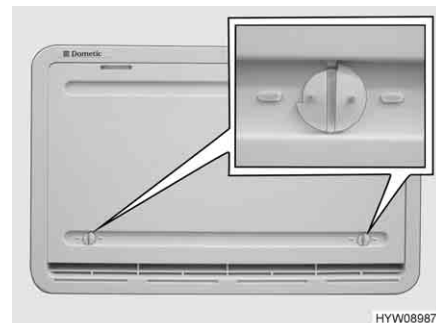

Fig. 113 Copertura invernale (griglia di aerazione del frigorifero)
Le coperture invernali (Fig. 113) proteggono il gruppo frigorifero dall'aria fredda. Posizionare le coperture invernali davanti a entrambe le griglie di aerazione del frigorifero quando la temperatura esterna scende al di sotto di +10 °C (sia per funzionamento elettrico che a gas).
- Aprire entrambi i bloccaggi (Fig. 113), la scanalatura risulterà orizzontale.